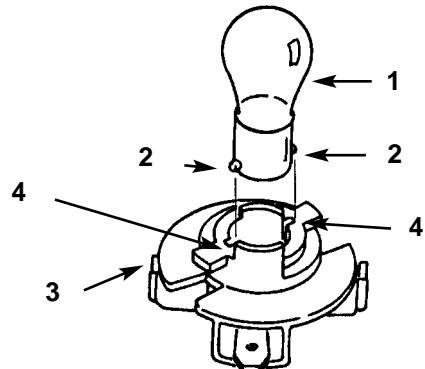

Figure 36
4. Appuyer sur l'ampoule et la tourner dans le sens anti-horaire jusqu'à ce qu'elle s'arrête (approx. 1/4 de tour) et la déposer du porte-ampoule (Fig. 36).
1. La base de l'ampoule est munie d'ergots métalliques. Aligner les ergots avec les encoches du porte-ampoule et installer la base dans le porte-ampoule (Fig. 36). Pousser sur l'ampoule et la tourner dans le sens horaire jusqu'à ce qu'elle s'arrête.
3. Déposer la panneaux latéraux pour avoir plus de place au moment de la dépose de la batterie (Fig. 36). Enlever les écrous papillons et les vis, puis soulever pour dégager la goupille et ôter les languettes du panneau de la console de direction.